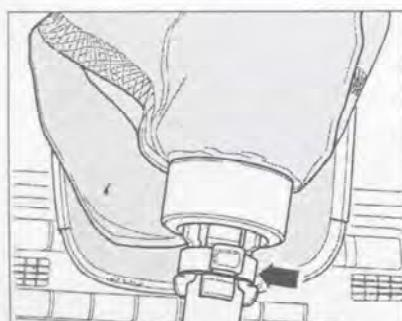

Рис. 7.24. Разожмите хомут (стрелка) и снимите рукоятку вместе с чехлом.
3. Разожмите хомут (стрелка) и снимите рукоятку вместе с чехлом (рис. 7.24).